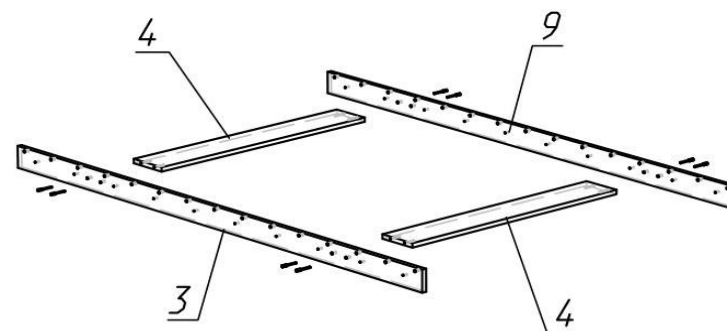

Рис.1.2.
1.4.Собрать конструкцию состоящую из опорных брусков (поз. 3,9) и средних (поз. 4), соединив их на конфирматы. (рис.1.2) При сборке обращайте внимание на то, чтобы в дальнейшем отверстия в опорных брусках совпали с отверстиями в царге центральной.